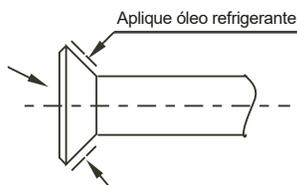

Fig. 6-1
- b. Antes de rosquear a porca cônica, aplique óleo refrigerante na superfície externa da tubulação alargada e na superfície cônica da porca de conexão. Rosqueie manualmente a porca 3~4 voltas (consulte a Fig.6-1).